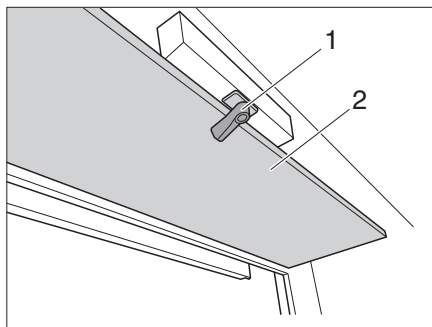

Bild 154 Lucka för vev
- Lossa spärren (Bild 154,1) och fäll ner luckan (Bild 154,2).